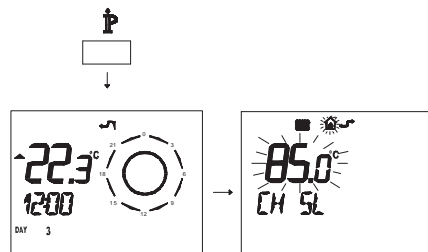

Figura 5.43
- Premere per più di 3 secondi il pulsante  per entrare in modalità *INFO* (Figura 5.43).